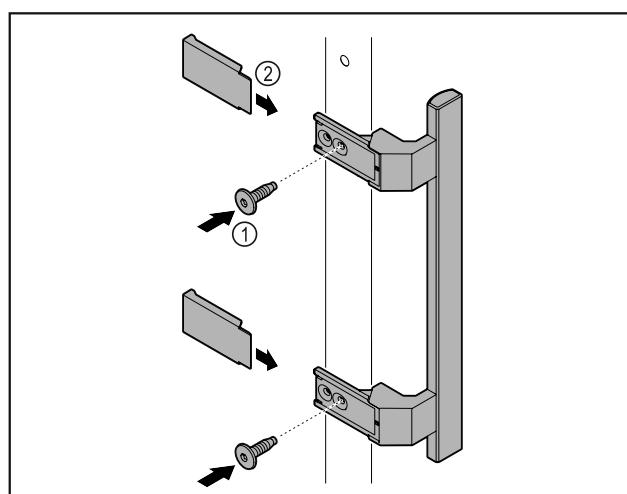

Fig. 7
- Prityvirtinkite rankeną iš priedų pridedamais varžtais Fig. 7 (1) prie durų.
- Uždékite dengiamają plokštęlę Fig. 7 (2).